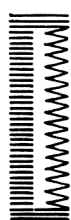

Рис. 20b
- Если длина стежка при выполнении левого края петли меньше, чем при выполнении правого (рис. 20b), винт 54 повернуть в направлении “В”.